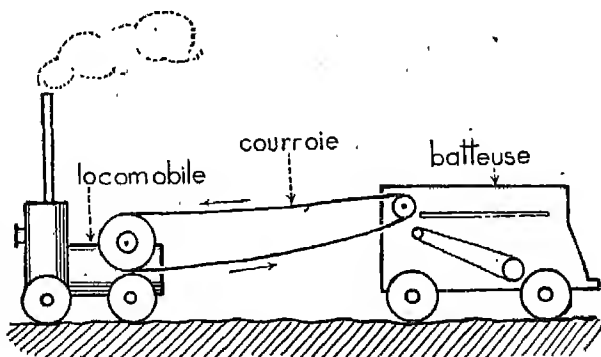

Fig. 2. — Transmission de mouvement par courroie.
c) La machine à battre les céréales. — Elle est mise en mouvement par un moteur : machine à vapeur, moteur à explosion ou moteur électrique (fig. 2).